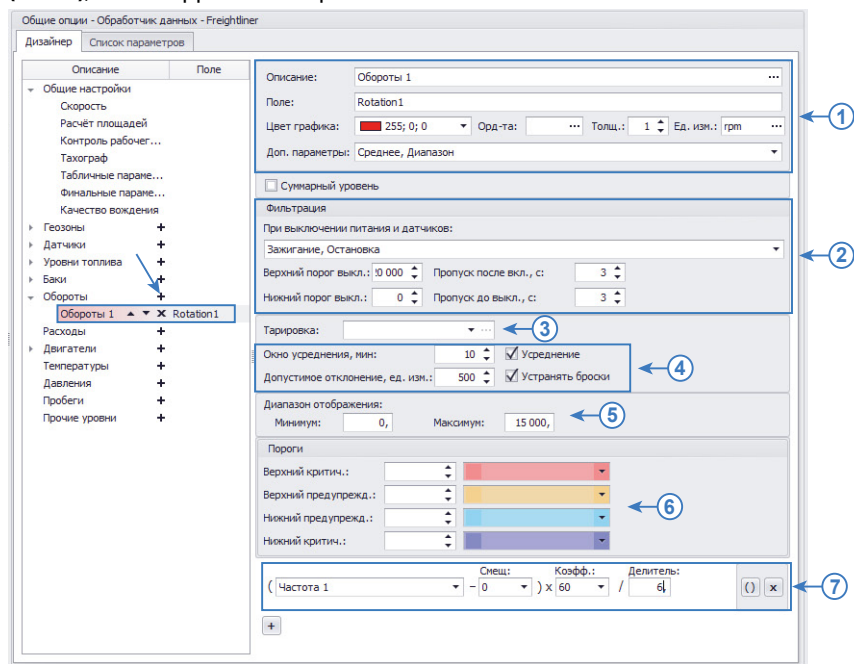

Рис.45. Создание параметра для контроля оборотов.
Для контроля оборотов необходимо добавить параметр в группу «Обороты» Дизайнера (Рис.45), затем корректно настроить.
1. Общие настройки (Рис.45, п.1). Общие настройки описаны в разделе «Общие настройки параметров», поэтому в данном разделе их настройка рассматриваться не будет.
2. Настройка первичной фильтрации показаний оборотов (Рис.45, п.2)
3. Настройка тарифовочной таблицы (Рис.45, п.3)
В некоторых случаях могут иметь место резкие скачки и отклонения показаний, которые могут быть отфильтрованы путем усреднения. Фильтрация осуществляется путем усреднения показаний в течение интервала (окна усреднения) и оценки отклонения показаний датчика относительно средних значений. Если текущее показание превышает среднее значение на величину больше, чем допустимое отклонение, то показание будет отфильтровано. Для фильтрации бросков необходимо включить опцию «Устранять броски» и настроить следующие параметры фильтрации (Рис.45, п.4):
Диапазон показаний может быть ограничен. В этом случае на графике параметра оборотов будут отображаться только те значения, которые не выходят за пределы разрешенного диапазона. Для ограничения диапазона показаний необходимо перейти в группу настроек «Диапазон отображения» и настроить следующие поля (Рис.45, п.5):
Пороги настраиваются в блоке настроек «Пороги». Всего может быть настроено 4 порога (Рис.45, п.6): верхний критический, верхний предупреждения, нижний предупреждения и нижний критический. Для того чтобы порог обрабатывался, необходимо задать значение порога и присвоить иконку.
7. Расчет показаний оборотов (Рис.45, п.7)